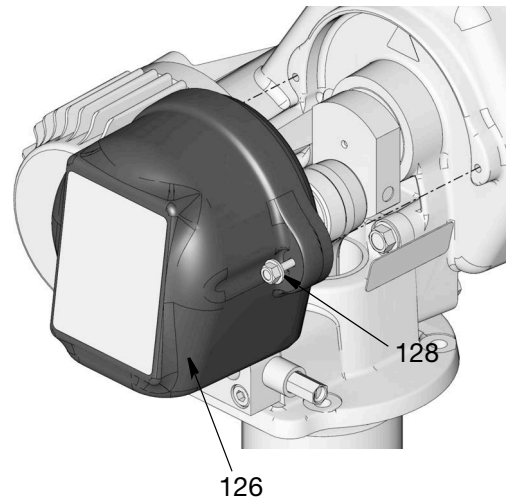

图 19
5. 松开螺栓 (128)，从 Dyna-Star 泵上拆下盖子 (126)（图 19）。